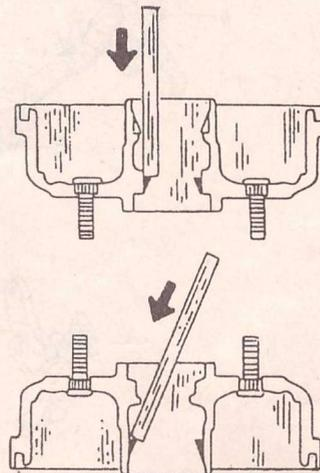

Рис. 224. Демонтаж наружных обойм подшипников с противоположных сторон тормозного барабана.
- Тщательно очистить внутреннюю сторону тормозного барабана или диска и выбить из ступицы наружные обоймы подшипников. Перевернуть барабан или диск, и выбить вторую обойму. Вырезы с внутренней стороны ступицы дают возможность установить оправки, как показано на рис. 224.